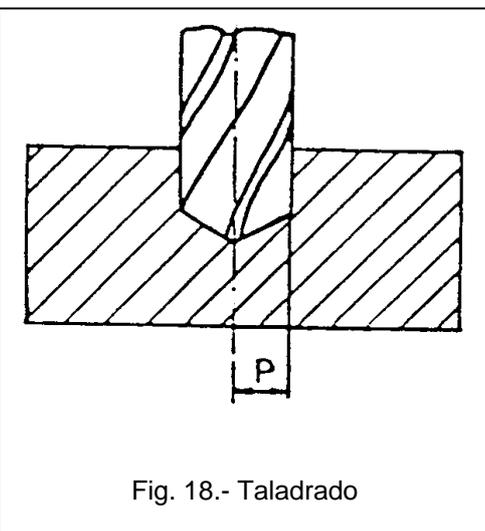

Fig. 18.- Taladrado
**Taladrado:** La profundidad de pasada en el taladrado coincide con el radio de la broca. (Fig. 18)